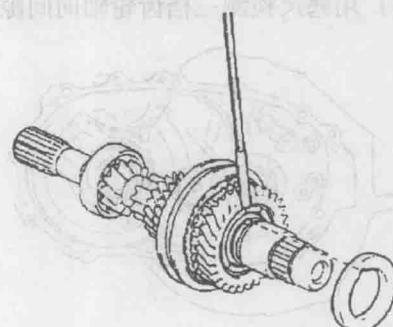

图 1-22 取出定位球
22) 用磁棒取出定位球, 并将齿轮和三/四档同步器齿环取下, 如图 1-22 所示。